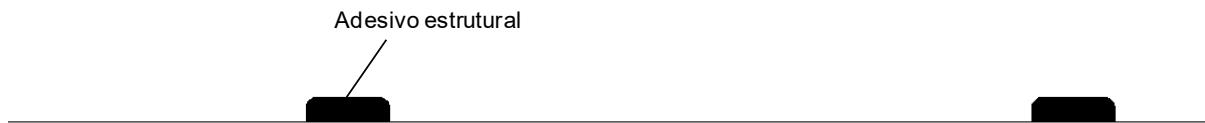

Figura 11
③ A seção transversal do adesivo estrutural deve ter formato semicircular com largura superior a 18 mm e altura superior a 6 mm. (conforme mostra a Figura 11)